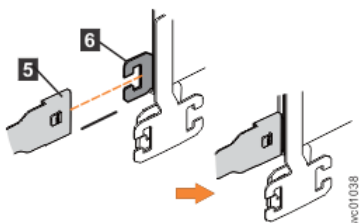

Figure 76. Fixation du connecteur de la glissière de support de l'élément supérieur du bras de routage des câbles sur la glissière de support droite
4. Fixez le connecteur de la glissière de support situé sur l'élément supérieur du bras de routage des câbles (5) à la base du connecteur située sur la glissière de support droite (6), comme indiqué dans la Figure 76, à la page 68.